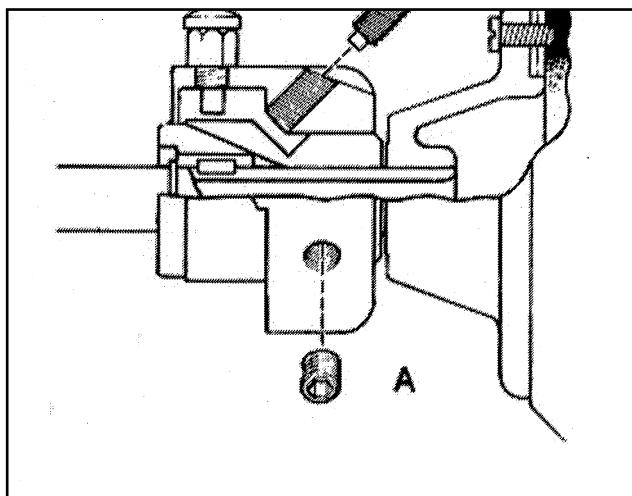

Fig. 8
Вследствие износа тормоза для обеспечения эффективного торможения требуется регулировка тормозного барабана на барабане для спирали. Слегкотвернуть два регулировочных винта (A), повернуть регулировочный винт (B) по часовой стрелке для обеспечения надлежащего тормозящего действия, затем завернуть два регулировочных винта (A) и еще раз проверить затяжку регулировочного винта (B). (рис. 8).